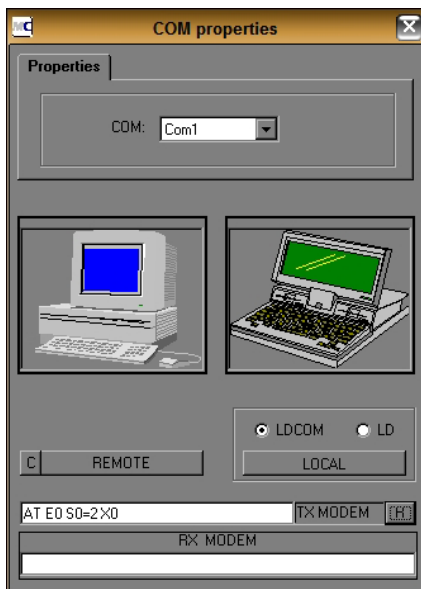

fig. 14
4. Dalla schermata di fig.14 è necessario stabilire se la connessione tra il computer e LDCOM è locale (LDCOM è connesso tramite cavo seriale al PC) oppure remota (LDCOM è connesso tramite modem al PC). Se la connessione avviene tramite porta seriale specificare su quale COM è connesso lo strumento LDCOM, verificare che sia selezionato "LDCOM" e non "LD", quindi fare click su "LOCAL".